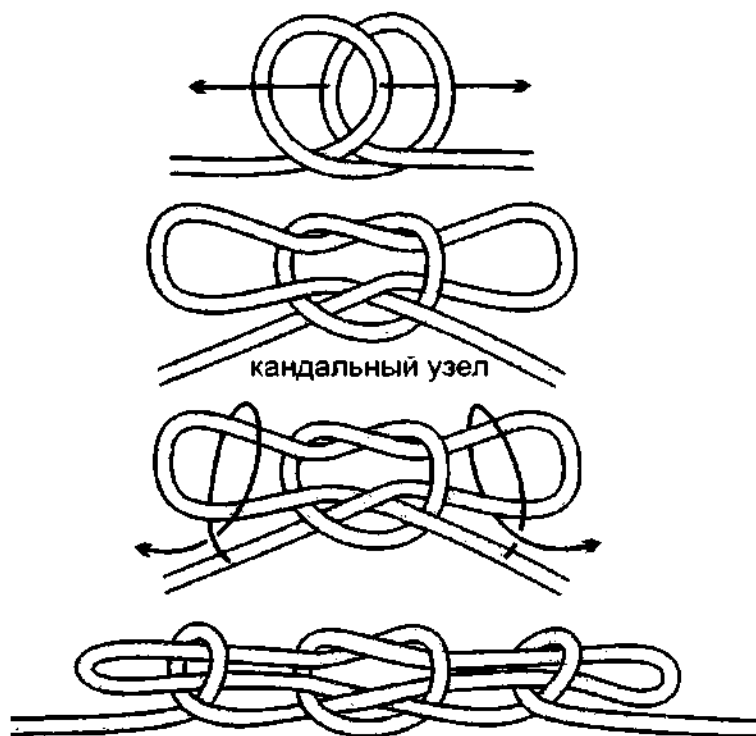
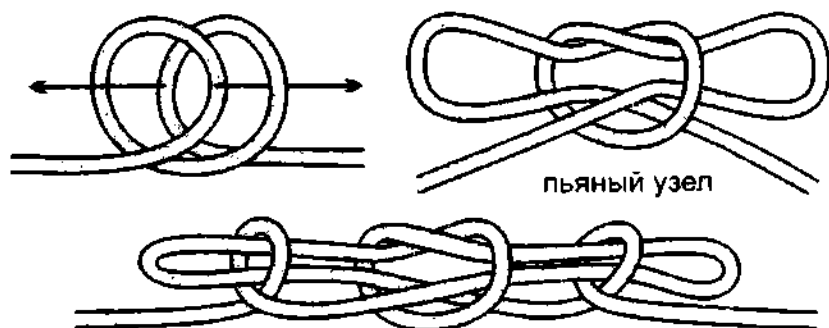

Рис. 144. 2-й способ вязки *кольшики с рифом* – узел вяжется из *кандалного узла*. Этим способом можно легко отрегулировать длину укорачиваемого троса.
Рис. 145. *Кольшика с рифом*, завязанная по ошибке из *пьяного узла*, считается завязанной неправильно.
**2-й способ вязки *кольшки с рифом*.** *Кольшка с рифом* вяжется из *кандального узла*, на петли которого накладываются полуштыки (рис. 144). Завязывая *кольшку с рифом* вторым способом, нужно быть внимательным, чтобы по ошибке не связать её из *пьяного узла* (рис. 145). Такая *кольшка* по крепости уступает *кольшке с рифом*, и примерно равняется обыкновенной *кольшке*.